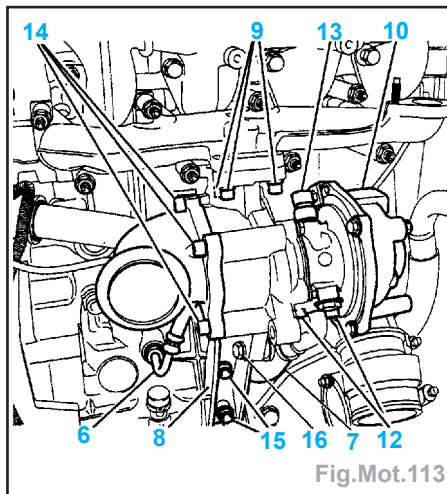

Fig.Mot.113
Impératif : remplacer systématiquement les écrous (9) (Fig.Mot.113).
- Reposer le turbocompresseur (10).
- les écrous (9) à 2,5 daN.m.
- serrer les vis (12) à 1,2 daN.m,
- le raccord (13) à 1,2 daN.m,
- serrer les vis (14) à 2,3 daN.m.
- Reposer le support (8).